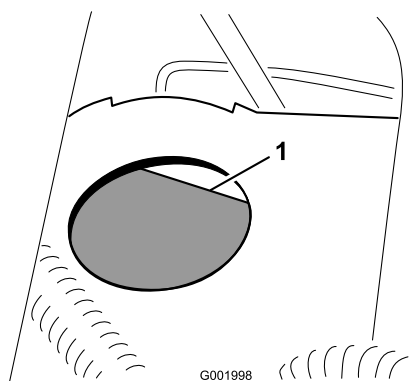

Figura 59
2. Il livello dell'olio deve raggiungere la linea di pieno sul serbatoio (Figura 59).